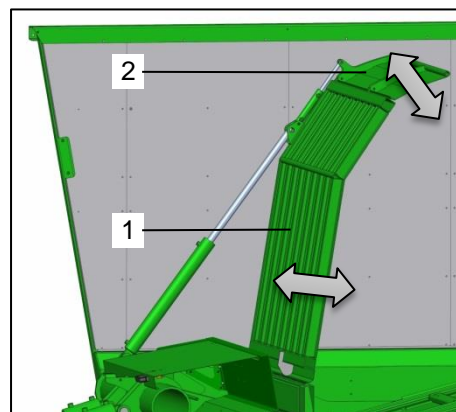

Bild 27: Stirnwand Aufbau
- Stirnwand Unterteil (Bild 27 / Pos.1)
- Stirnwand Oberteil (Bild 27 / Pos.1)